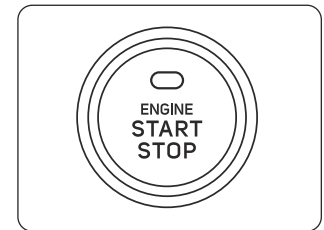

Рис. 21
3. Нажмите кнопку «START/STOP» на передней панели генератора (Рис. 21).